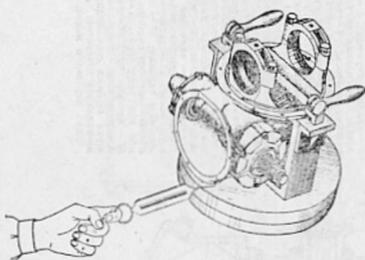

Рис. 49. Способ замера крутящего момента
2. Отверните болты 44 крышки подшипника 45 и замерьте динамометром усилие проворота на проходном валу, как показано на рис. 49.